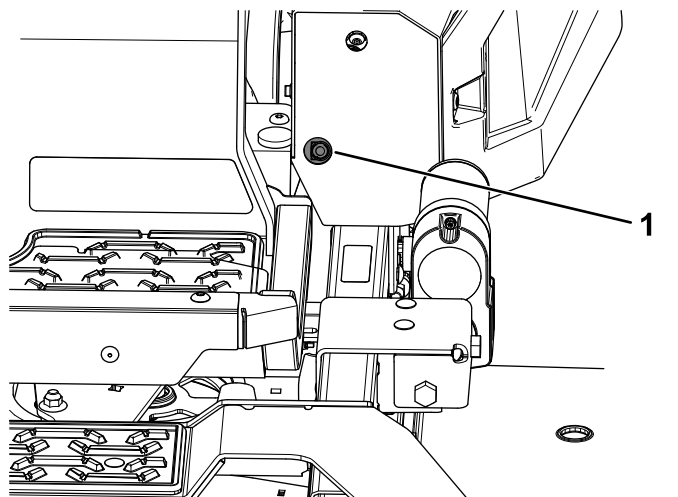
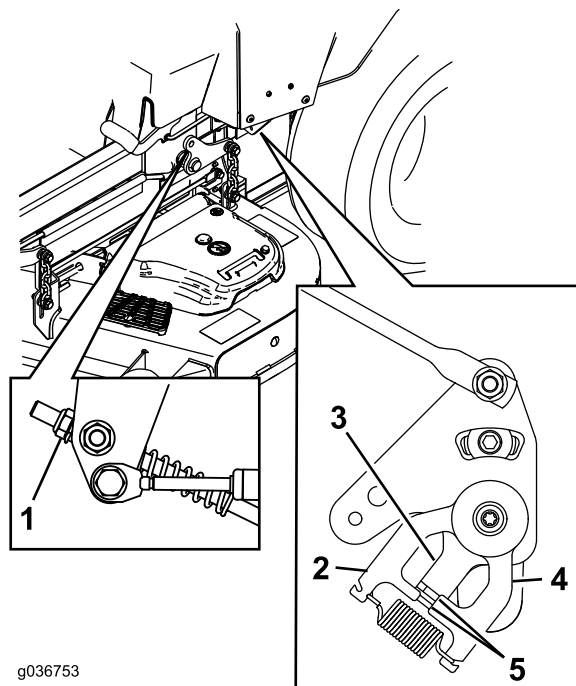

Bild 66
Bild 67
11. Stellen Sie die Länge der Pumpenschaltstange ein, indem Sie die Mutter in die entsprechende Richtung drehen, bis sich die Räder leicht rückwärts drehen (**Bild 66** und **Bild 67**).